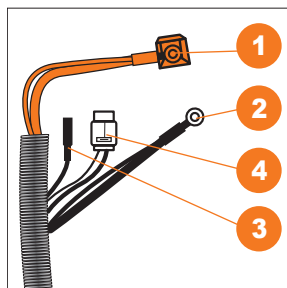

Рис. 17
- Провода кабеля панели управления: **1** красный - плюсовой кабель аккумулятора, **2** черный - минусовой кабель аккумулятора, **3** коричневый - кабель управления реле электростартера, **4** - кабель фары с белой фишкой (Рис. 17).